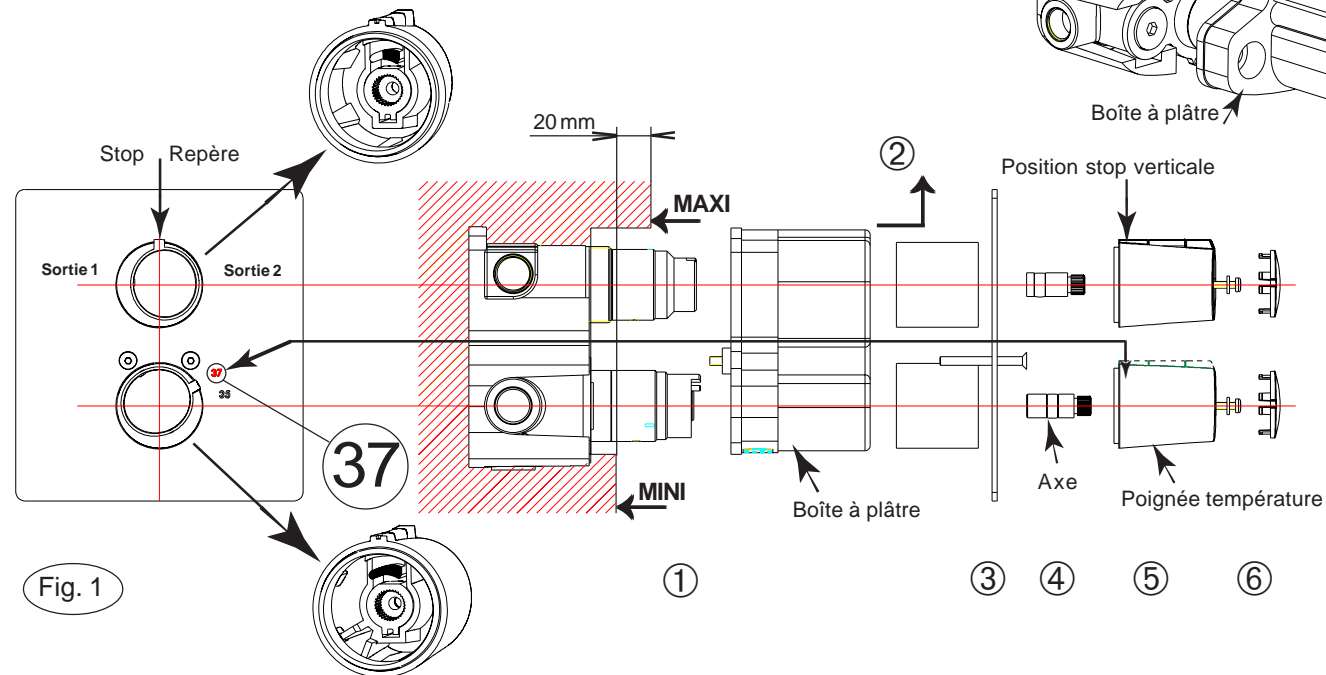

Fig. 1
- Remonter la poignée de température (sans tourner l'axe) en alignant le chiffre 37 avec le repère (voir fig. 1).
- relâcher le bouton et tourner la poignée vers la gauche en orientant le bouton vers le haut (voir fig. 1 et 2).
- remonter la poignée (bouton vers le haut) (voir fig. 1).
- remonter 3 (sans tourner l'axe de la cartouche 5) en alignant le chiffre 37 avec la poignée (voir fig. 1)